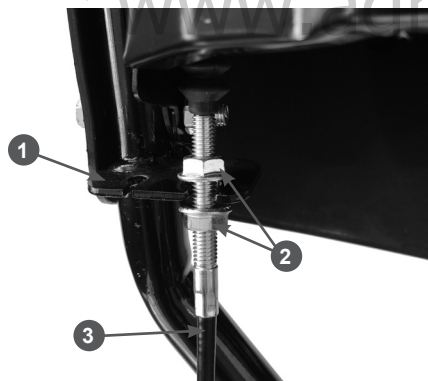

Рис. 8 Крепление оболочки троса включения шнеков
- закрепите оболочку 3 троса в кронштейне 1 на задней стороне панели, как показано на Рис. 8, и закрутите гайки 2, не затягивая их.
- нажмите рычаг включения шнеков. При полностью нажатом рычаге включения шнеков пружина 1 должна быть растянута на 0,5–1 см (Рис. 9). При необходимости, отрегулируйте трос с помощью гаек 2 (Рис. 8). После регулировки затяните гайки;